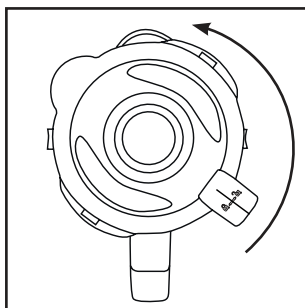
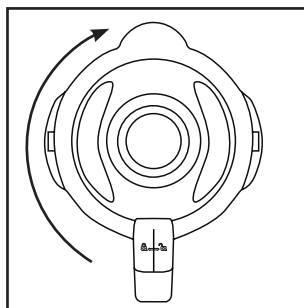

Fig. 1
Fig. 2
- 1) Drej blenderkanden ❸ i retning mod uret, indtil pilen ▼ under blenderkandens håndtag står over positionen ↗. Tag blenderkanden ❸ lodret op fra motorblokken ❹.
- 2) Fjern låget ❷ ved at dreje det mod uret i retning af position ↗ (se fig. 1), indtil du kan tage det af oppefra.
- 3) Fyld blenderkanden ❸.
- 4) Sæt låget ❷ forskudt på blenderkanden ❸ igen. Luk låget ❷ ved at dreje det med uret til position ↙, indtil det klikker hørbart på plads (se fig. 2). Sørg for, at hældetuden på blenderkanden ❸ er lukket. Motoren kan kun startes, hvis låget ❷ slutter helt til.